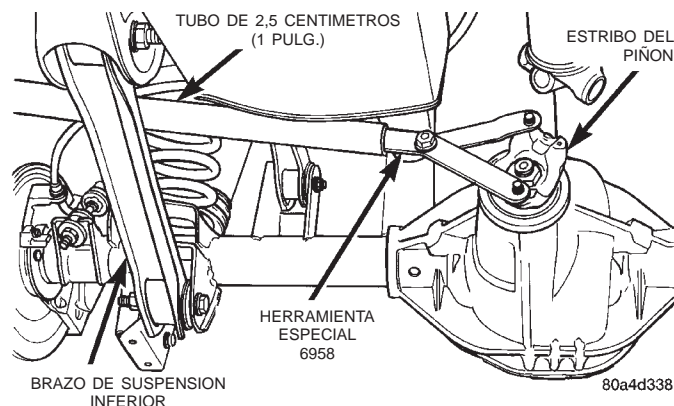

Fig. 16 Herramienta de sujeción del estribo del piñón
(1) Eleve y apoye el vehículo.
(2) Retire los conjuntos de ruedas y neumáticos.
(3) Retire los calibradores y rotores de freno. Consulte los procedimientos correctos en el grupo 5, Frenos.
(4) Marque el eje propulsor y el estribo del piñón, como referencia de alineación para la instalación.
(5) Retire el eje propulsor del estribo.
(6) Haga girar el piñón satélite diez veces como mínimo. Compruebe que el piñón gira con suavidad.
(7) Con una llave de tensión tipo cuadrante, mida la torsión (lbs. pulg.) necesaria para girar el piñón satélite. Tome esa torsión como referencia para la instalación.
(8) Con un trozo pequeño de tubo y la herramienta de sujeción 6958 sujete el estribo del piñón y retire la tuerca y la arandela del piñón (Fig. 16).
- (4) Marque el eje propulsor y el estribo del piñón como referencia de alineación para la instalación.
- (5) Retire el eje propulsor del estribo del piñón.
- (6) Haga girar el piñón satélite diez veces como mínimo. Compruebe que el piñón gira con suavidad.
- (7) Mida la torsión necesaria para girar el piñón satélite con una llave de tensión tipo cuadrante (lbs. pulg.). Tome esa torsión como referencia para la instalación.
- (8) Retire el conjunto del diferencial de la caja del eje.
- (9) Con la herramienta de sujeción 6958 para sujetar la pestaña gemela del piñón y un trozo pequeño de tubo de 25 mm (1 pulg.), retire la tuerca y la arandela del piñón (Fig. 16).